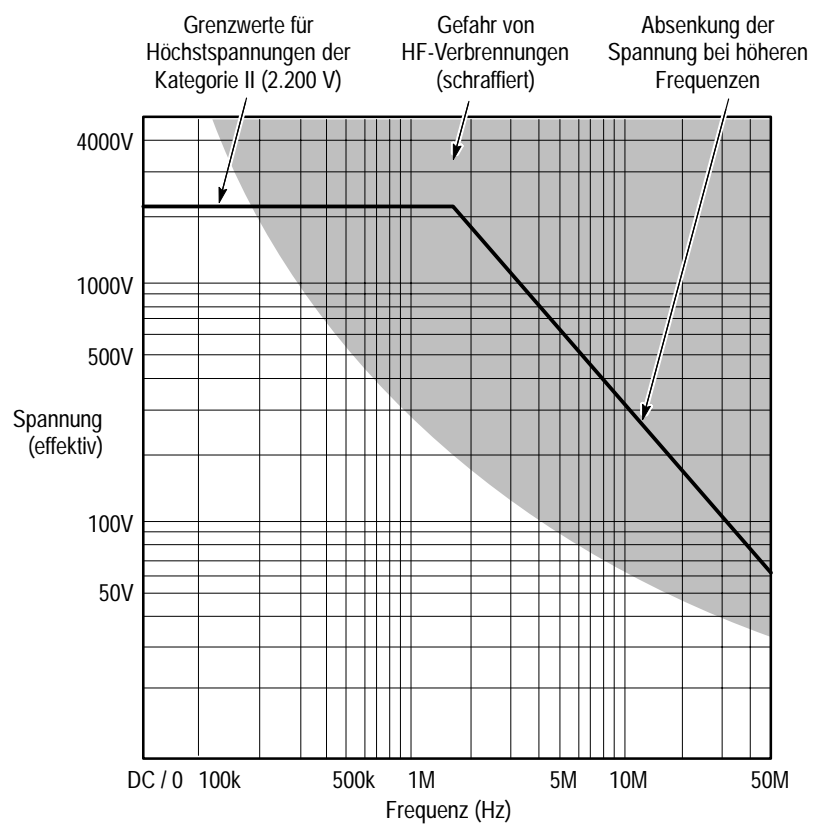

Abbildung 2: Sicherheitsgrenzwerte (Spannung an jedem der Eingänge gegen Masse)
***WARNUNG.** Zum Schutz gegen Verletzungen die Prüfleitungen nicht mehr berühren, wenn sie an eine Spannungsquelle angeschlossen sind, deren Spannung oder Frequenz über den in Abbildung 2, Seite 15, angegebenen Grenzwerten liegt. Oberhalb dieser Grenzwerte besteht die Gefahr von Verbrennungen durch Hochfrequenz (HF).*
Über  $1,5 \text{ MHz}$  nimmt der Grenzwert der Spannung mit zunehmender Frequenz ab. Siehe die Abbildung 2. Die Begrenzung der Eingangsspannungen gilt für beide Bereichseinstellungen, 100X und 1000X.
Maximal zulässige Eingangsspannung (Vgl. Abbildung 2, Seite 15)